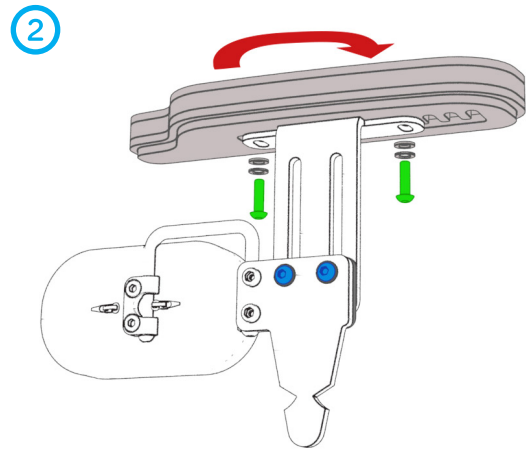

FIG 11
- 2) Abra la funda de la almohadilla del apoyabrazos y retire los tornillos de montaje del apoyabrazos (FIG. 11) con las arandelas, gire el apoyabrazos de manera que quede orientado hacia adelante y reemplace todos los sujetadores y arandelas en el orden en que se retiraron. Coloque el apoyabrazos en la posición deseada, vuelva a ajustar completamente todos los sujetadores y cierre la funda.